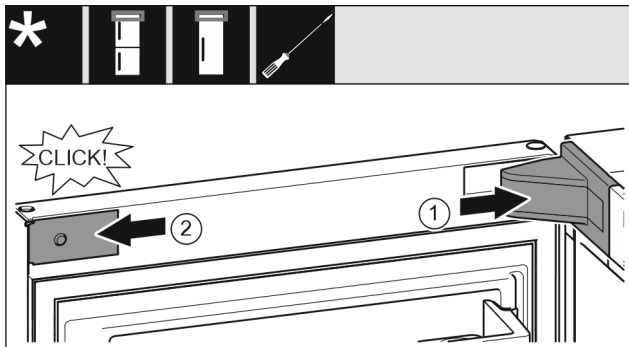

Fig. 19
- ▶ Nasadte kryt ložiskovej konzoly a zaistite, príp. opatrne roztlačte. Fig. 19 (1)
- ▶ Zboku nasadte a zaistite kryt. Fig. 19 (2)